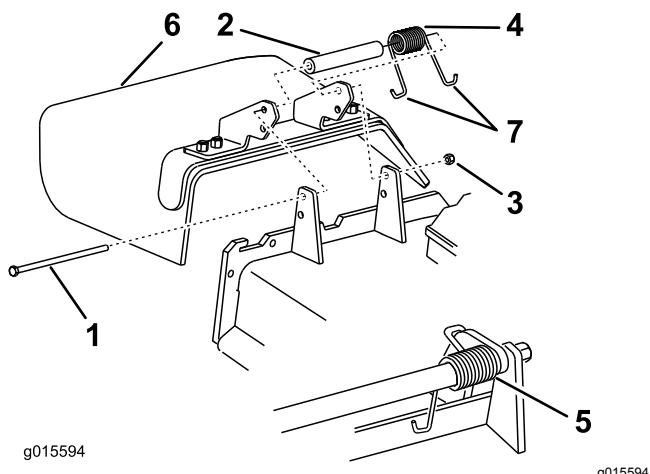

Figura 111
- Togliete il dado di bloccaggio, il bullone, la molla e il distanziale che fissano il deflettore alle staffe orientabili del tosaerba (Figura 111).
- Togliete il deflettore di sfalcio se è danneggiato o consumato (Figura 111).
Nota: Verificate che un'estremità a gancio **J** della molla si trovi dietro il bordo del piatto di taglio prima di montare il bullone, come illustrato nella Figura 111.
6. Infilate l'estremità a gancio **J** della molla attorno al deflettore dello sfalcio (Figura 111).